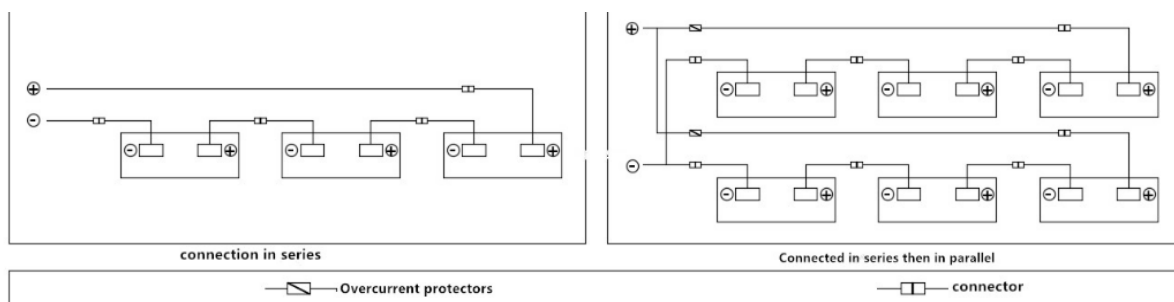

FIGURE 20 SCHÉMA ÉLECTRIQUE SÉRIE-PARALLÈLE
- Lorsque les produits Galaxy Plus sont connectés en série, la tension totale est la somme de la tension de chaque produit Galaxy Plus de la chaîne, et lorsque les produits Galaxy Plus sont connectés en parallèle, le courant final est la somme du courant de chaque chaîne de produits Galaxy Plus, comme le montre la figure 20. Les produits Galaxy Plus de différents modèles de performance électrique ne doivent pas être connectés dans une chaîne.
- Si le nombre de connexions en parallèle est supérieur ou égal à 2 chaînes, un dispositif de protection contre les surintensités doit être installé sur chaque chaîne de produits, comme illustré à la figure 20.